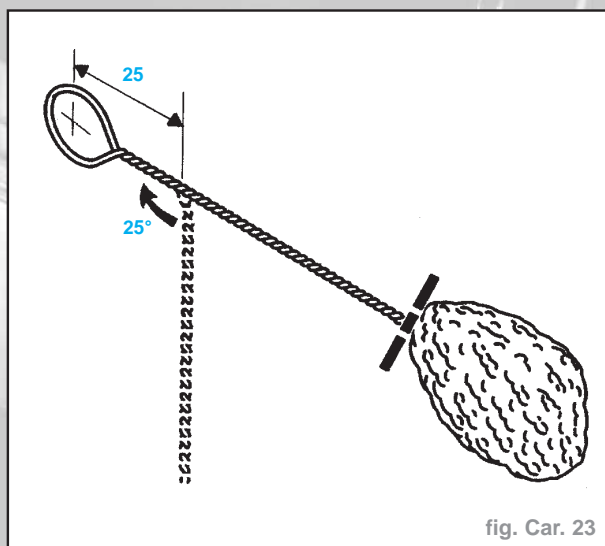

fig. Car. 23
**Création d'outil pour extrusion du cordon en partie supérieure (fig. Car. 23)**